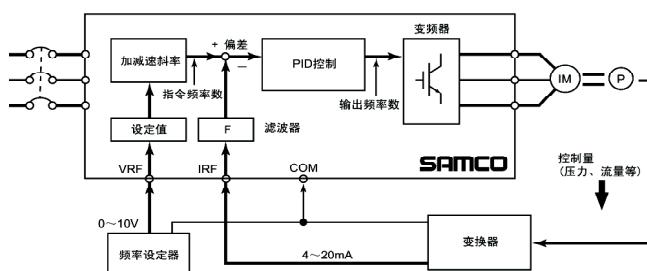

图7-1
- 基本的使用例子如图7-1所示。（指令值，反馈信号都是模拟信号的情况）
- 在遇到反馈信号上叠加有噪音情况时，请调节反馈信号输入滤波器的时间常数（Cd125）。图7-1所示的“F”部位上设置了滤波器。
- 设定值是由操作面板或者外部的模拟信号输入等以频率的形式输入。有关以压力变换器为例的图7-1的情况下，设定值（频率）的设定例如图7-2所示。
①根据变换器的P-I特性，求出与目标压力Pset相对应的电流Is.
②将与变频器的F-I特性中的Is相对应的Fset值作为设定频率。
③该设定频率由操作面板或外部模拟信号输入等进行设定。另外，F-I特性为以 20mA ，